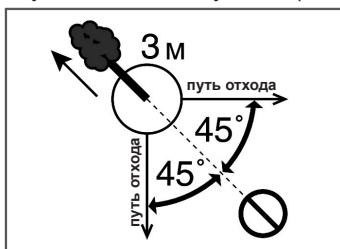

Рис. 13 Определение путей отхода
- Определите направления падения дерева. Для этого следует учесть силу и направление ветра, естественный наклон дерева, равномерность распределения веток в кроне дерева. Начните пилить с той стороны дерева, куда оно должно упасть (Рис. 13).
- Обязательно определите путь отхода. Путь отхода (Рис. 13) должен быть направлен по диагонали в сторону, противоположную направлению падения, под углом 45 градусов, и вы должны отойти минимум на 3 метра от ствола, на тот случай, если во время падения комель дерева отскочит в сторону.